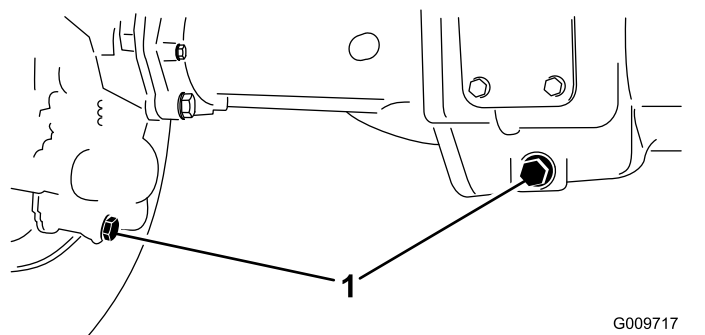

Figura 89
2. Limpe a zona em redor dos 3 tampões de escoamento, 1 em cada extremidade e 1 no centro (Figura 89).